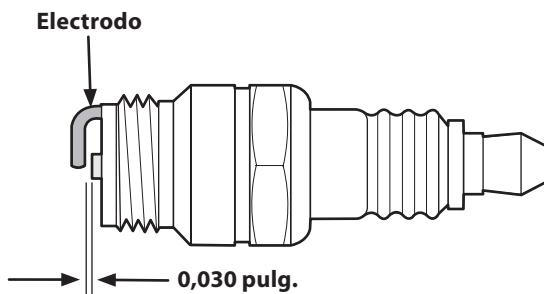

Figura 6-5
- Mida la separación de bujía con un calibrador. Corrija de ser necesario torciendo el electrodo lateral. Vea la Figura 6-5. La separación debe establecerse en 0,030 pulg.